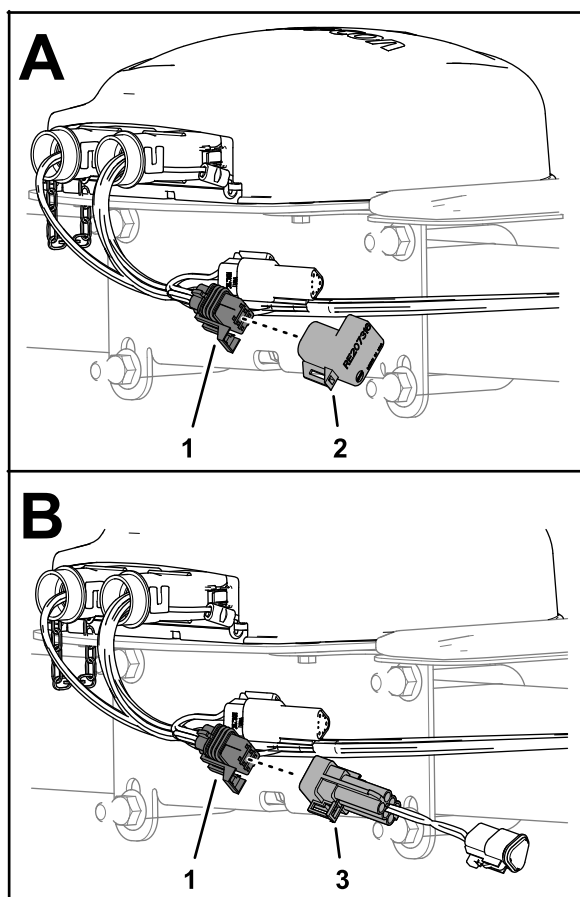

Figura 204
1. En el receptor de satélite, retire la terminación del Bus ISO del conector hembra de 6 vías del arnés GeoLink (Figura 204).
2. Enchufe el conector de 6 pines del arnés adaptador — 13 cm (5") — en el conector hembra de 6 vías del arnés GeoLink (Figura 204).